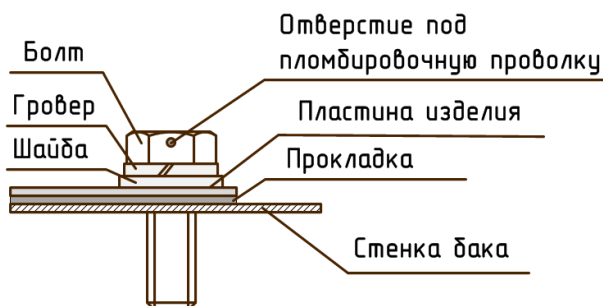
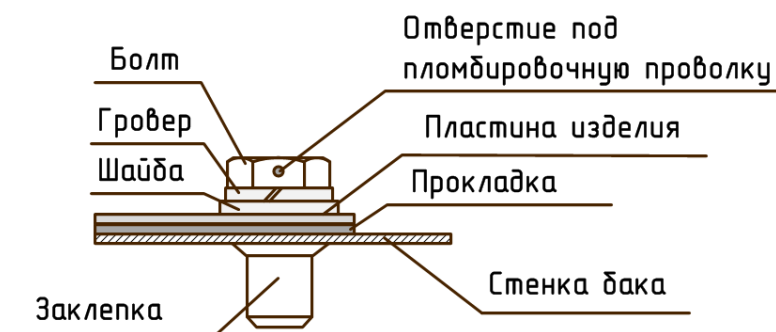

Рисунок 22
Рисунок 23
- 3) Закрепить изделие на баке болтами, предварительно надев шайбу и гровер, как показано на рисунке (Рисунок 22, Рисунок 23). Болты завинчивать ключом гаечным.